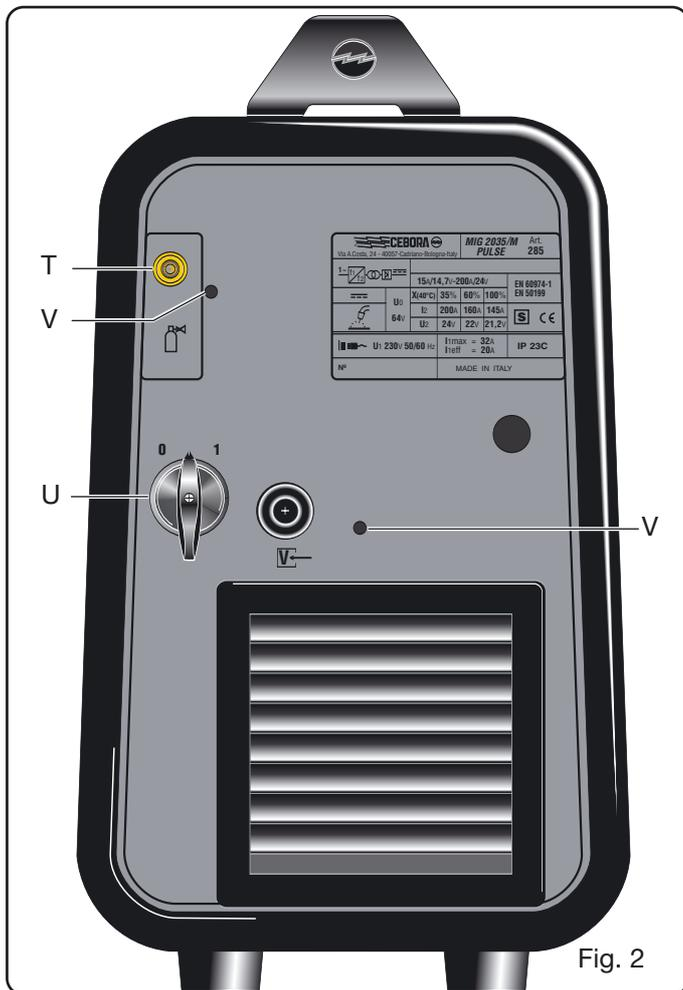

Fig. 2
3.3 MANDOS EN EL PANEL POSTERIOR (Fig.2) T-Empalme gas.